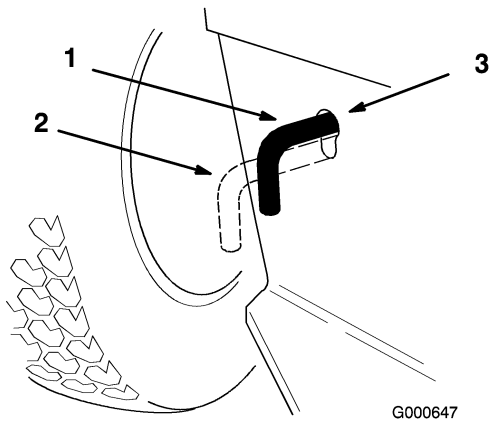

Bild 27
2. Schieben Sie die Antriebsstange in die Schieben-Stellung. Dadurch wird der Antrieb ausgekuppelt, und die Räder befinden sich im Freilauf (Bild 27).
Schieben Sie die Antriebsstange in die Betriebs-Stellung (Bild 27).